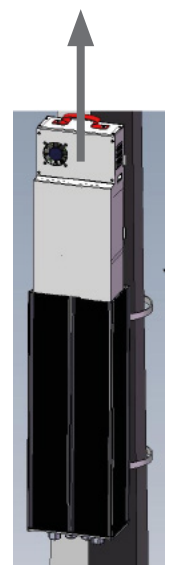

FIGURE 8.
- Sortir le pack d'énergie (Figure 8).
- Remove the energy pack (Figure 8).
- Den Energiepack entfernen (Figure 8).